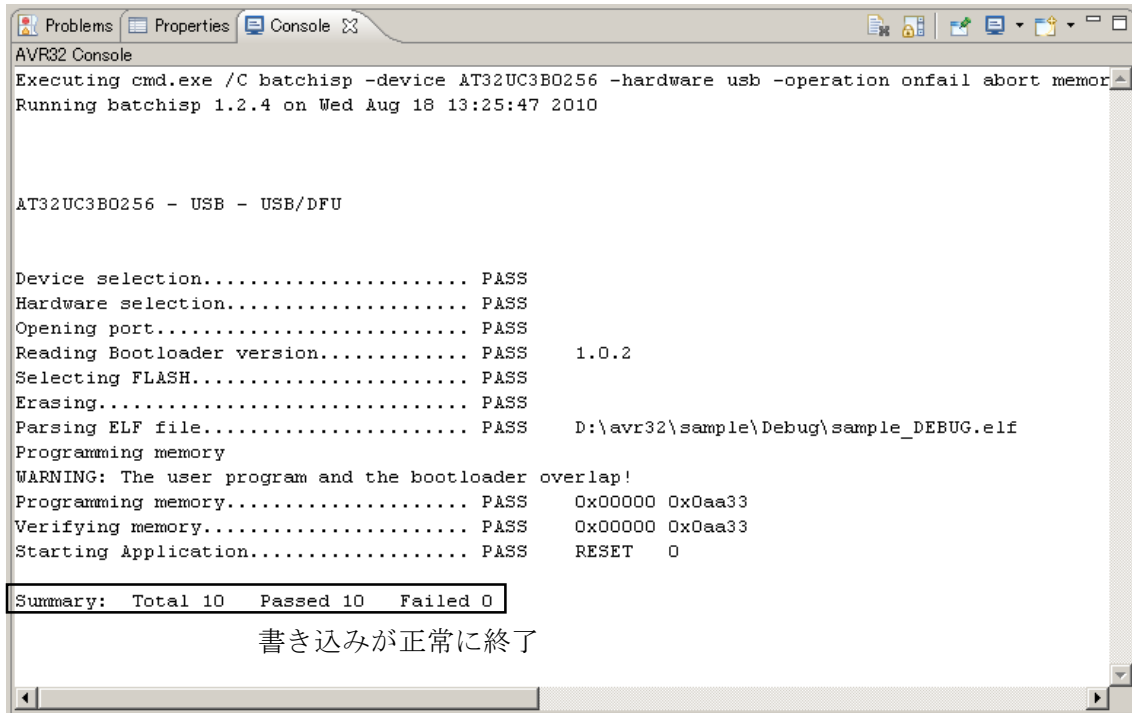

Fig.27 書き込みが正常に終了したときのメッセージ
⑥ プログラム書き込み中は”Console”にメッセージが表示されます。書き込みが正常に完了すると、Fig.27 のように”Failed 0”のメッセージが表示されます。書き込み後は RST1 ボタンを押してリセットすると書き込んだプログラムが実行されます。